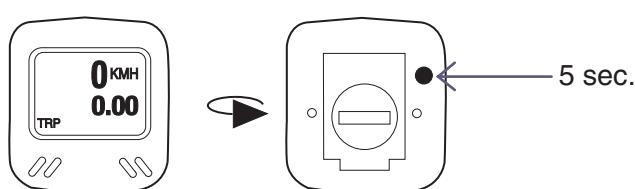

Fig. 5
2. Tenere premuto per 5 secondi il testo giacente sul retro del dispositivo. Fig.5.
2. Hold the button on the back of the device pressed for five seconds. Fig.5.
2. 5 Sekunden lang die Taste auf der Rückseite des Geräts drücken. Siehe Abb. 5.